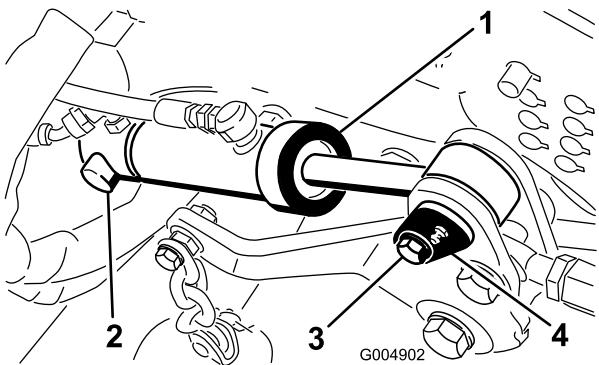

Figura 89
45. Instale el extremo trasero del cilindro de elevación de la carcasa sobre el pasador de giro y sujetelo con el anillo de retención (Figura 89).
46. Sujete el extremo delantero del cilindro de elevación al bastidor del cortacésped con el pasador del cilindro y el tornillo (Figura 89).